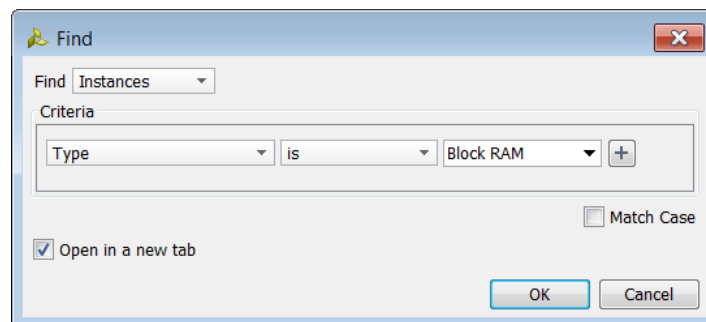

図 26 : [Find] ダイアログ ボックス
1. [Edit] → [Find] をクリックし、図 26 にあるように [Find] ダイアログ ボックスを開き、ブロック RAM を検索します。